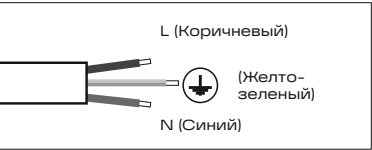

Рис. 4
- 5.14 Для выполнения электрических подключений обратитесь к схеме на рис. 4.